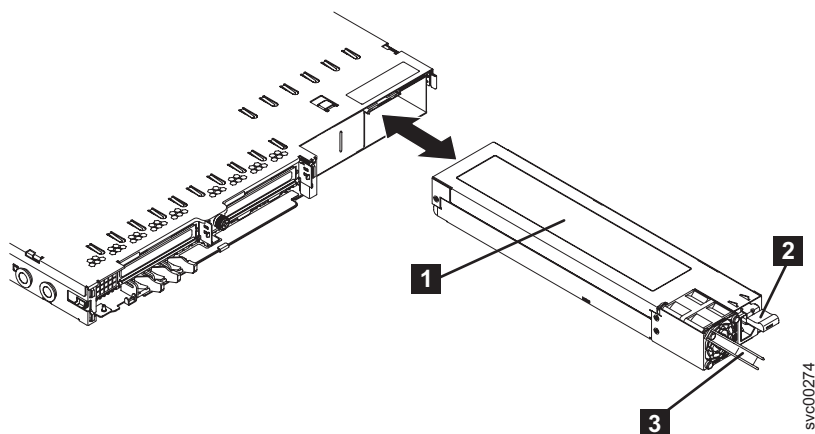

図 129. SAN ボリューム・コントローラー 2145-8G4 電源機構
1. 電源機構の後部のハンドルをつかんで (図 129 を参照)、所定の位置でカチッと音がするまで、電源装置をノードに向かって前方に完全にスライドさせます。